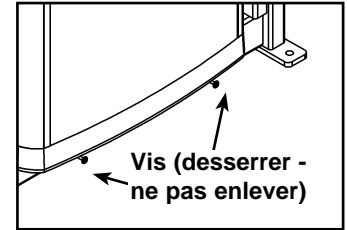
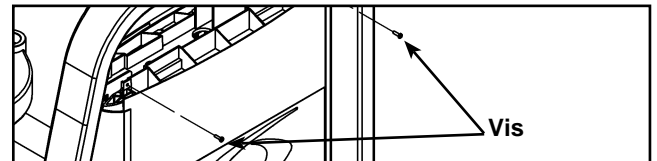

Figure 6
Figure 7
- F. Desserrez les deux vis inférieures illustrées à la figure 6. **REMARQUE** : Ne les enlevez pas. Retirez les deux vis supérieures qui fixent le capot arrière. Reportez-vous à la figure 7.